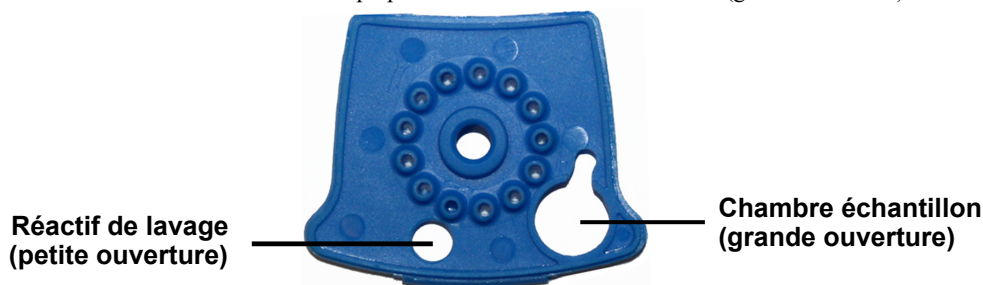

Figure 1. Cartouche Xpert BCR-ABL Ultra p190 (vue de dessus)
3. Soulever son couvercle et transférer la totalité du contenu de l'ampoule de réactif de lavage (1) dans la chambre de réactif de lavage (petite ouverture). Voir Figure 1.
4. Pipeter le contenu tout entier de l'échantillon préparé dans la chambre à échantillon (grande ouverture). Voir Figure 1.